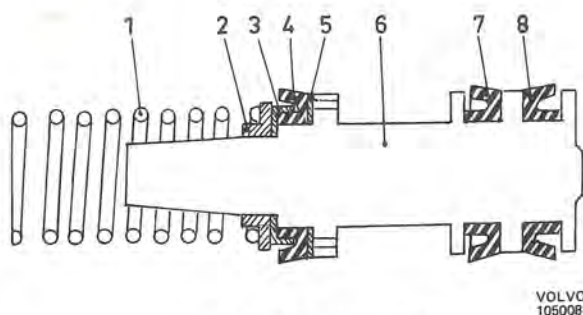

Bild 55. Sekundärkolv
1. Montera på sekundärkolven den tunna brickan (5 bild 55), packningen (4) och stödringen (3). Hur detaljerna skall vändas framgår av bilden.